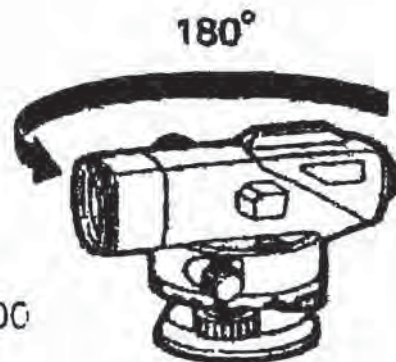

Рис. 7.1
- 2) Поверните инструмент на 180° (или 200° гон) (рис.7.1).